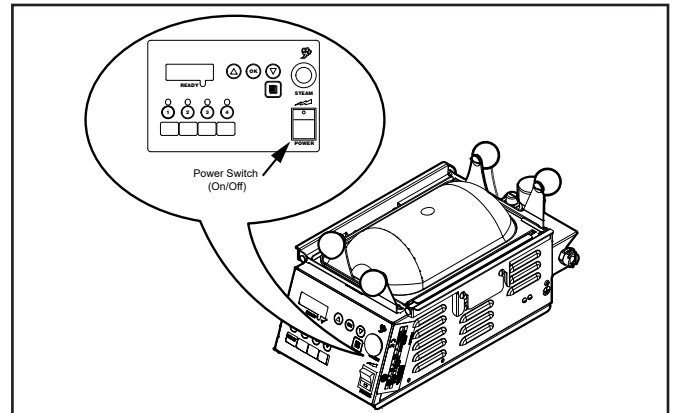

Abb. 5. Bedienfeld und Netzschalter
1. Die **PROGRAMMTASTE** drücken und halten bis "CYC" auf der Anzeige erscheint (Abb. 5), dann die **Programmtaste** loslassen.
HINWEIS: Zum Speichern von Programmänderungen muss die **PROGRAMMTASTE** (Abb. 5) sofort nach Eingabe der Änderungen gedrückt werden.